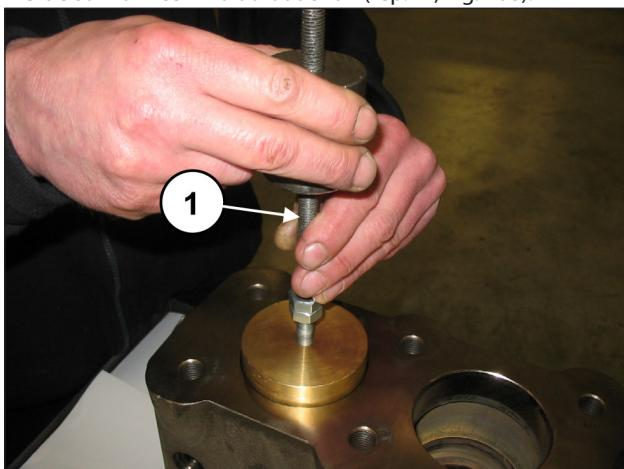

Fig. 108
Extraire le bouchon de soupape en appliquant un chassoir à inertie sur l'orifice M10 du bouchon (rep. ①, Fig. 108).